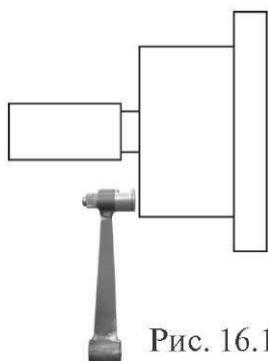

Рис. 16.1
21.1.1. Калибровка тракта измерения дистанции. Для оценки погрешности устройства ввода дистанции выдвиньте штангу ввода параметров и уприте рукоятку в задний торец фланца вала, как показано на рис. 16.1. При этом на экране ввода геометрических параметров (см. рис.10.2) появится величина дистанции. Если величина дистанции не равна
Нажмите кнопку «MENU», в открывшемся окне MENU выберите пункт 7 «Далее», нажав кнопку 7 в верхнем ряду клавиатуры. Откроется вторая страница окна MENU (см. рис.16.1). Выберите пункт 3 «Тест»,